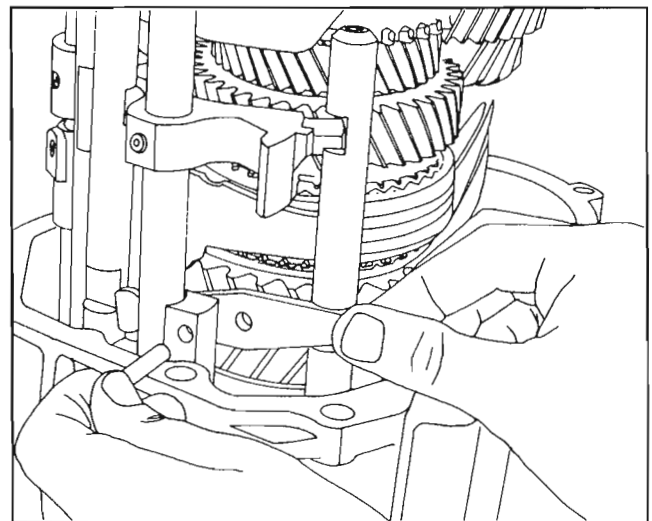

Fig. 20
Quite el pasador de la palanca (96) y saque la palanca giratoria (95). *Fig. 20*